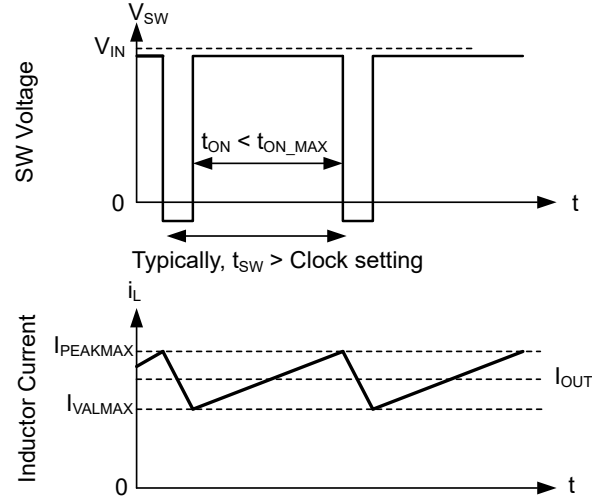

图 7-11. 电流限值波形
当低侧 (LS) 开关接通时，也会检测和监控流经它的电流。与高侧器件一样，低侧器件具有由内部误差放大器环路命令的关断功能。对于低侧器件，即使振荡器正常启动一个新的开关周期，也会在电流超过此值时阻止关断。与高侧器件一样，关断电流的高低也受到限制。该限值在图 7-11 中称为低侧电流限值 $I_{LS-LIMIT}$ 。如果超出低侧电流限值，低侧 MOSFET 将保持导通状态，高侧开关不会导通。一旦低侧电流降至此限值以下，低侧开关就会关断，并且只要自高侧器件上次导通后至少经过一个时钟周期，高侧开关就会再次导通。